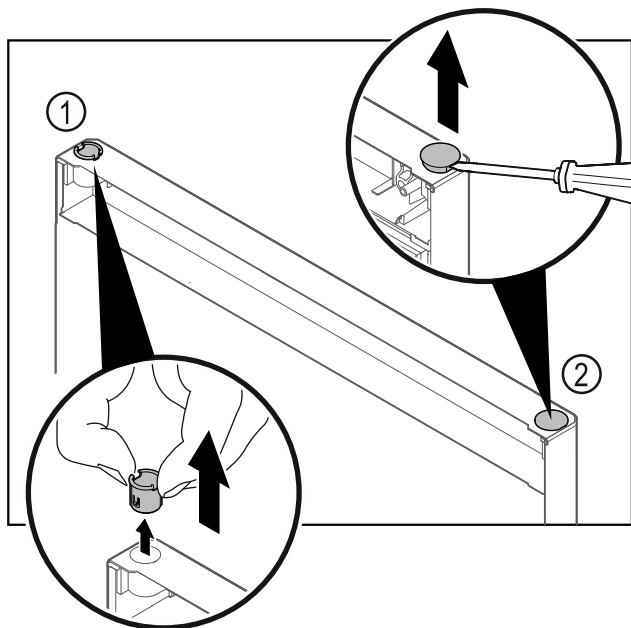

Fig. 40 Fagyasztórész ajtaja
- ▶ Húzza ki az ujjával a csuklópánt-perselyt Fig. 40 (1).
- ▶ A fedődugót Fig. 40 (2) egy csavarhúzóval óvatosan emelje meg és húzza ki.